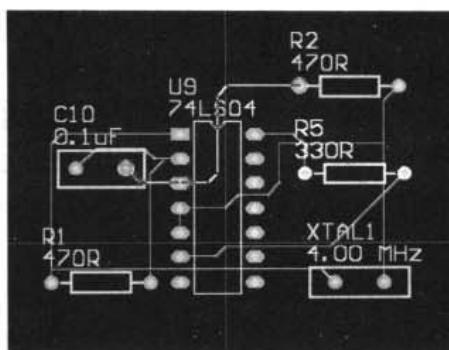

图 10-124 完成自动布线后的 PCB
- Autoroute All：用当前布线设置对整个电路板布线。以 10-4-3 节所得到的手工布局后的 PCB 为例，对其执行 Autoroute All 命令后得到的布线图如图 10-124 所示。